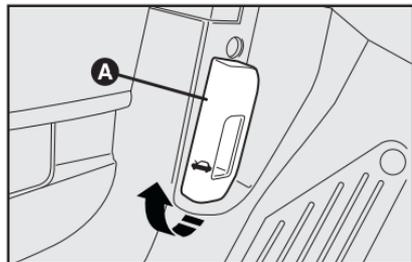

fig. 98
- 1) Puxar a alavanca **A-fig. 98**.